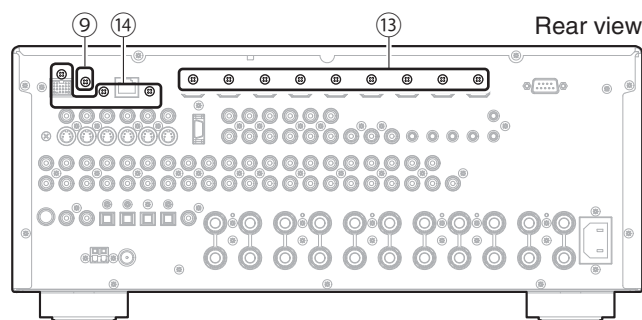

Fig. 3
- Remove screw (9). (Fig. 3)
- Remove 9 screws (13) and 3 screws (14). (Fig. 3)
- ⑨ のネジ 1 本を外します。(Fig. 3)
- ⑬ のネジ 9 本、⑭ のネジ 3 本を外します。(Fig. 3)